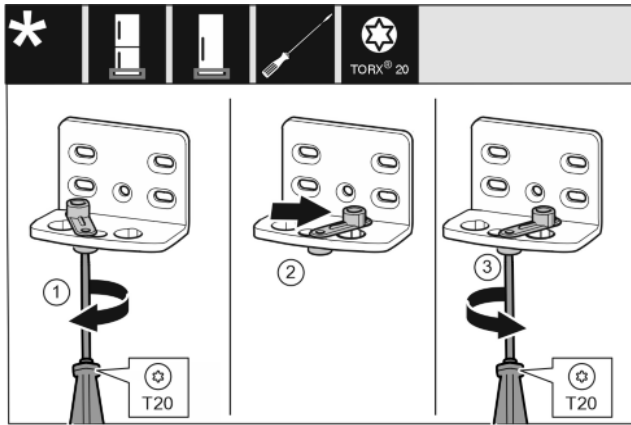

Fig. 20
- ▶ Schraube mit Schraubendreher T20 lose schrauben. Fig. 20 (1)
- ▶ Türschließhilfe anheben und um 90° nach rechts in Bohrung drehen. Fig. 20 (2)
- ▶ Schraube mit Schraubendreher T20 festschrauben. Fig. 20 (3)